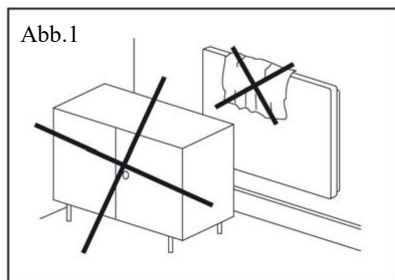

Abb.2
- *Es ist verboten, Dübel mit Selbstschneidgewinden zur Befestigung der Platten in Gipskarton-/Gipsfaserunterdecken zu verwenden, s. Abb. 2.